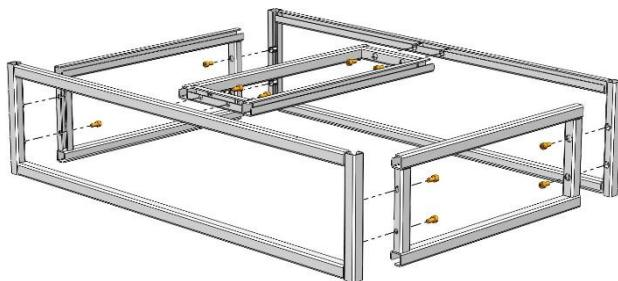

Рис. 1. Сборка каркаса
- Соединить рамы с поперечинами каркаса, используя винты M6x12 и предусмотренные в рамках заклёпки-гайки M6 (Рис. 1);